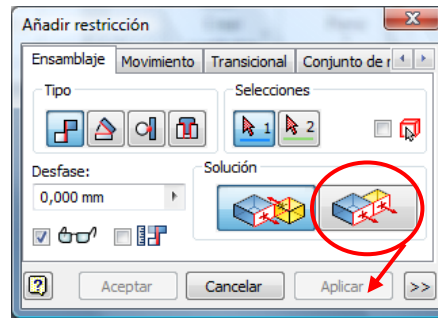

Figura 24 (restricción 3)
- 3 Pulsar en el icono *nivelación* (figura 24), seleccionar las dos caras. No hay que introducir en la casilla *Desfase* ningún parámetro, ya que las dos caras tienen que estar juntas, y pulsar *Aplicar*.